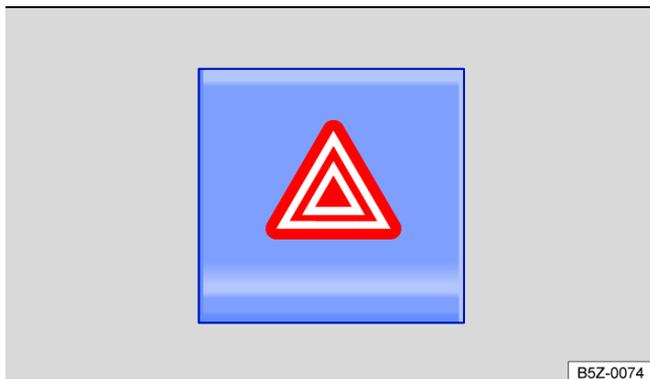

Fig. 23 Na parte superior do console central: interruptor para ligar e desligar as luzes de advertência.
2. Ligar as luzes de advertência com o interruptor  → Fig. 23.
As luzes de advertência também podem ser desligadas ao pressionar o interruptor  no painel de instrumentos → Fig. 23.